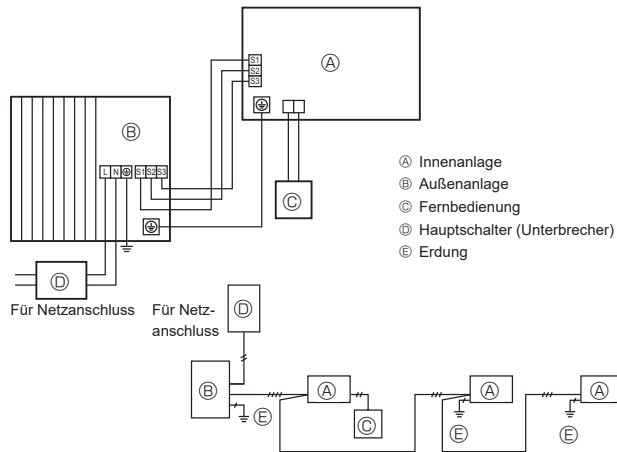
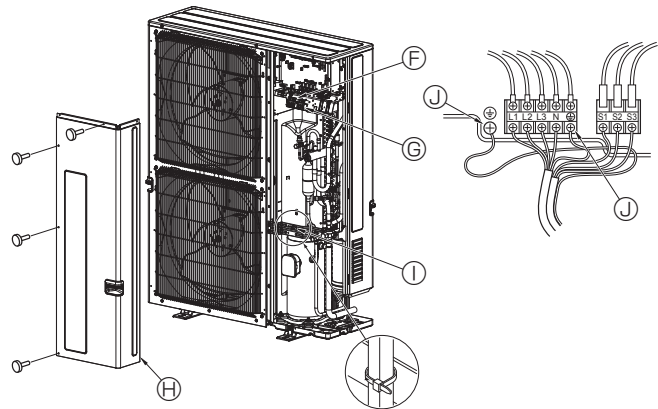

Fig. 6-1
Fig. 6-2
### 6.1. Außenanlage (Fig. 6-1, Fig. 6-2)
- ① Die Bedienungsplatte abnehmen.
- ② Die Kabel gemäß der Fig. 6-1 und der Fig. 6-2 verdrahten.